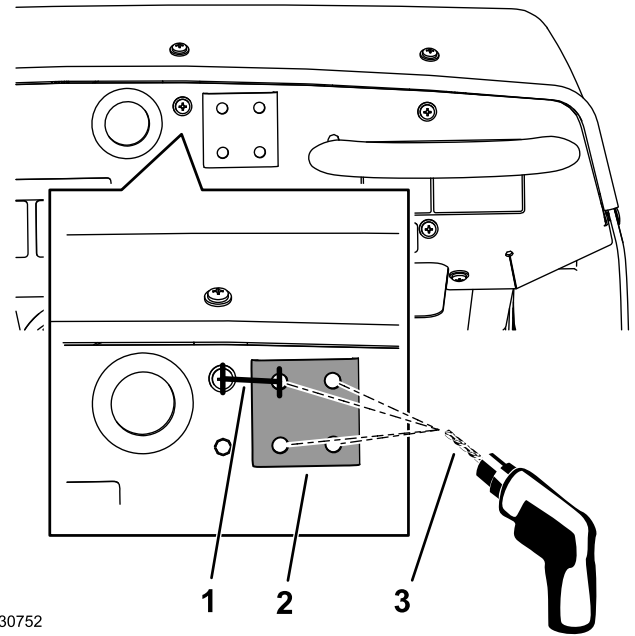

图151
1. 在机器的仪表板上找到仪表板内孔垫片右侧的仪表板螺丝 图151。
2. 从螺丝中心向右量 33.3mm 用铅笔划一条垂直线标记该位置 图151。
5. 使用 8mm 钻头根据中心冲标记在仪表板上钻孔 图151。
7. 将加劲板水平放置到仪表板的顶部然后使用加劲板作为模板在仪表板上钻出剩余 3 个孔 图151。